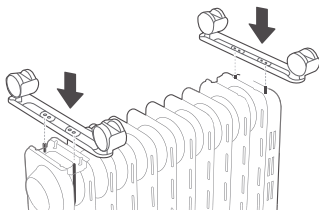

Abbildung 1
2. Stecken Sie die Löcher der beiden Rollensätze auf die Schrauben, die sich jeweils an der linken und rechten Unterseite des Radiators befinden – links an der Rollens-Auflageplatte am Ende der Rippe und rechts am Steuerkasten (siehe Abbildung 1).